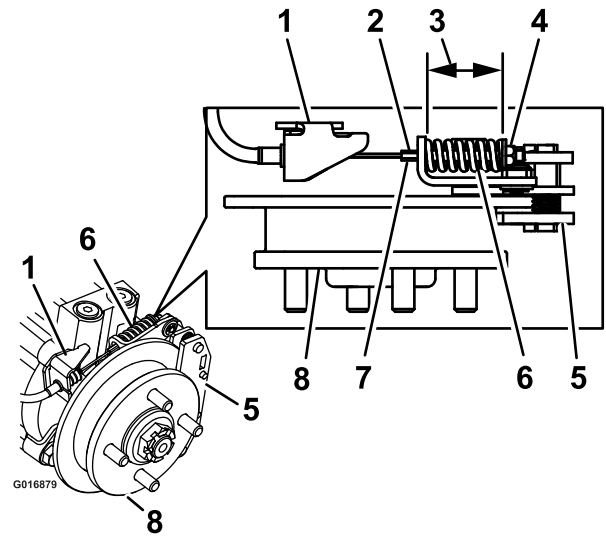

Figure 79
9. Maintenez l'extrémité de la tige filetée avec un outil et ajustez le contre-écrou jusqu'à ce que la longueur du ressort de situe entre 3.8 et 4.0 cm (9- 1/2 et 1-1/16") (Figure 79). Le câble ne doit pas tourner quand les écrous sont desserrés.